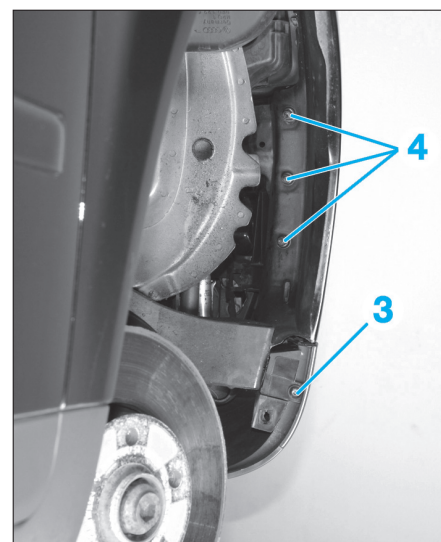

Fig. 70
- les vis de fixation latérales (3) du bouclier sur les protections inférieures (Fig.70),
- les écrous (4) des fixations latérales sur l'aile.